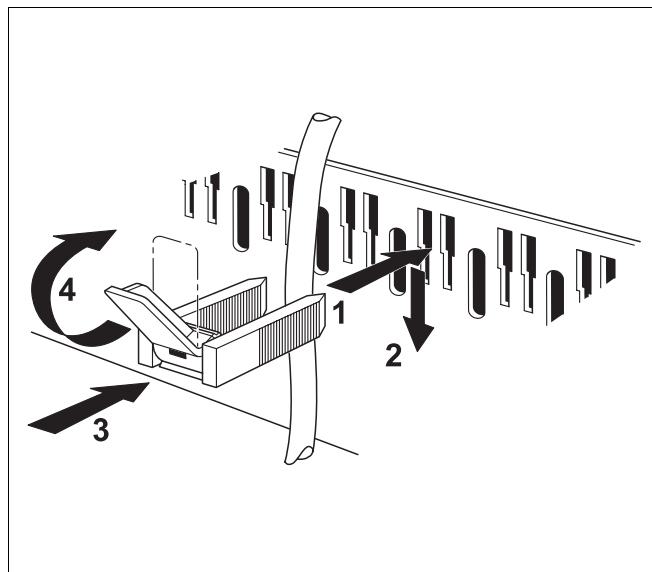

Fig. 36 Fixer les câbles à l'aide de colliers de câble
- Insérer le collier de câble, comme représenté dans la fig. 36, avec le câble en place, par le haut dans les fentes du cadre de serrage (fig. 36, **étape 1**).
- Glisser le collier de serrage vers le bas (fig. 36, **étape 2**).
- Appuyer contre (fig. 36, **étape 3**).
- Rabattre le levier vers le haut (fig. 36, **étape 4**).